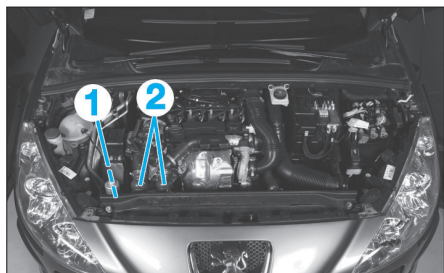

Fig. 62
- Dégrafer le tuyau de dégazage (1) de la façade avant sans ouvrir le circuit de refroidissement (Fig.62).
- les raccords d'air (2),